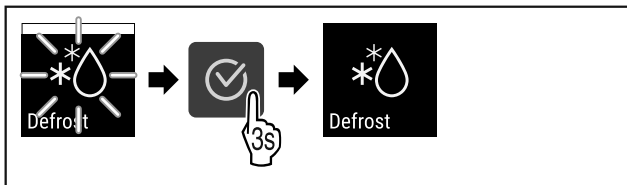

Fig. 87
- ▷ Изпълнете стъпките (виж Fig. 87).